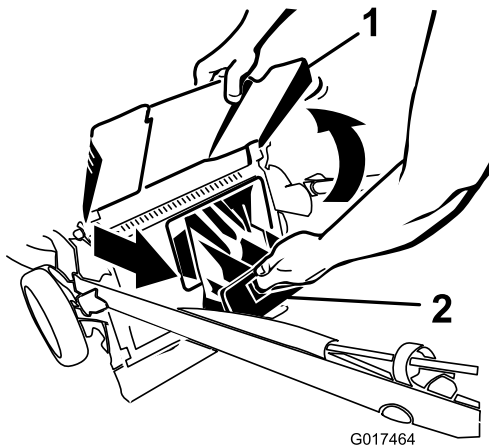

Figura 22
- Levante y sujete el deflector de descarga (Figura 22).
- Saque el tapón de descarga trasera (Figura 22).